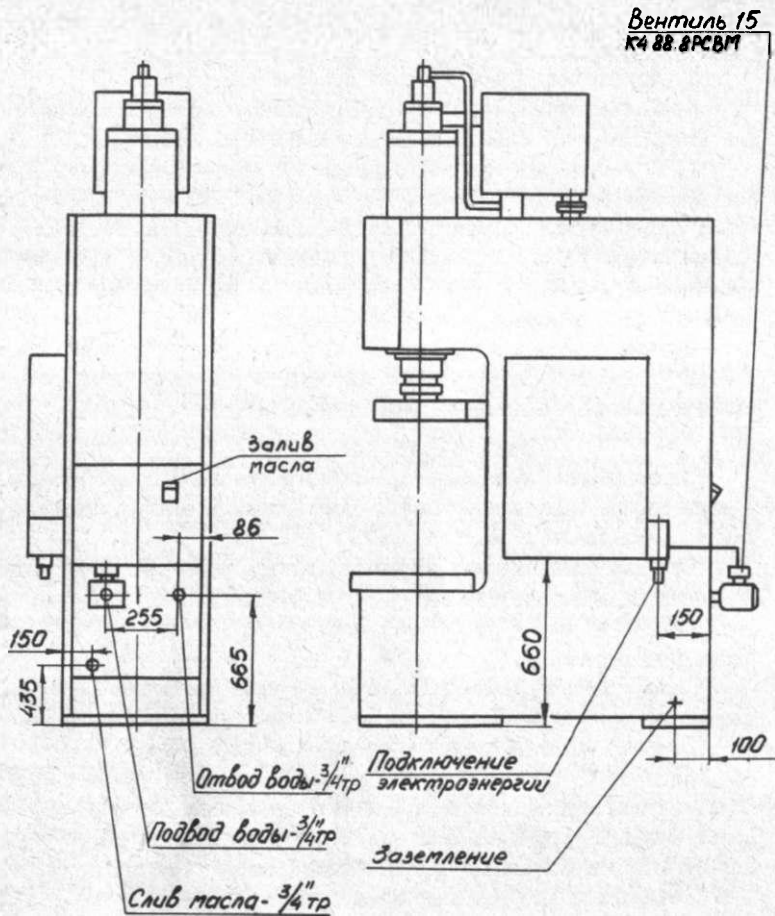

Рис. 10. Места подключения
5. Подсоединить маслоохладитель к водопроводной сети. В патрубке подвода воды подсоединить вентиль (рис. 10) с электромагнитным приводом, а также соединить электрические выводы на вентиле с контактами в электрошкафе. Если расположение вентиля на трубке нецелесообразно увеличивает габарит установки, то его можно установить на любом участке напорной трубы водопровода.
6. Убедившись в том, что все приборы электрооборудования на прессе установлены в положение "выключено", соединить пресс с общей системой питания электроэнергией (рис. 10).
Пресс на заводе настроен на давление в линии вспомогательного насоса 2,5 МПа (25 кгс/см²) и 16 МПа (160 кгс/см²) в линии главного цилиндра. При необходимости уменьшить рабочее давление или при настройке пресса после ремонта необходимо строго соблюдать следующий порядок настройки (рис. 10):
Перед демонтажом пресса для ремонта необходимо полностью отключить его от энергоисточника и слить масло из гидросистемы, а также из верхнего бака наполнения. При сливе масла из масляной емкости нужно пользоваться специальной спусковой пробкой, расположенной в нижней части бака с задней стороны пресса (рис. 10). В пробку следует ввернуть штырь, закрепленный на гибком шланге и имеющий коническую резьбу 3/4", затем отвернуть на три оборота пробку и слить масло из маслобака. Слив из бака наполнения осуществлять при помощи крана, установленного на трубопроводе.